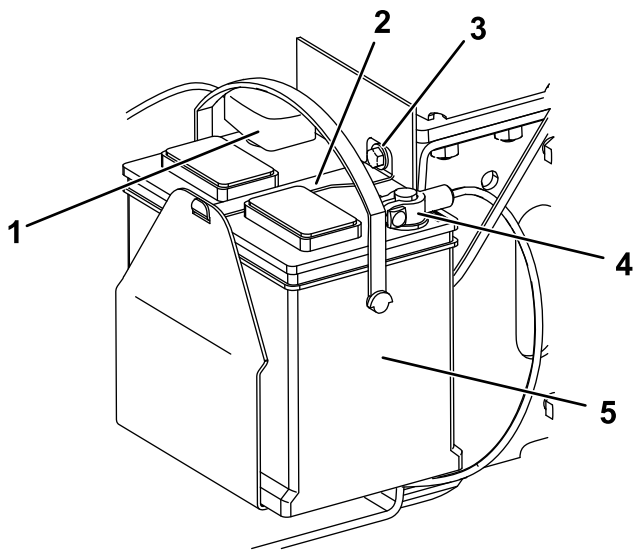

Figura 38
1. urub (3)
5. Scoatei urubul, aiba i bara care fixează bateria (Figura 38).
6. Deconectai cablul negativ (negru) de legare la masă de la suportul bateriei (Figura 38). Păstrai elementele de fixare.
8. Deconectai cablul pozitiv (rou) de la borna bateriei (Figura 38). Păstrai elementele de fixare.
1. Folosind elementele de fixare îndepărtate anterior, instalezi cablul pozitiv (rou) al bateriei la borna pozitivă (+) a bateriei (Figura 38).
3. Folosind elementele de fixare îndepărtate anterior, instalezi cablul negativ (negru) al bateriei la borna negativă (-) a bateriei (Figura 38).
4. Fixai bateria utilizând bara, urubul i aiba (Figura 38).